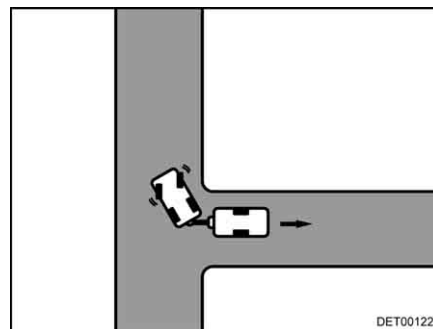

Fig. 21 Sterzare verso destra
- Sterzare verso destra e spostarsi con prudenza in retromarcia (Fig. 21).